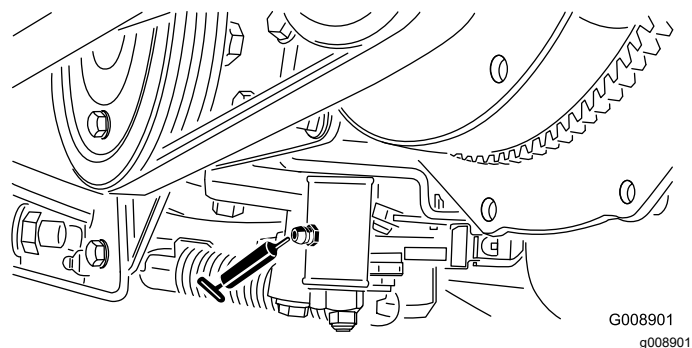

Figure 44
- Mécanisme de réglage du point mort (Figure 44)